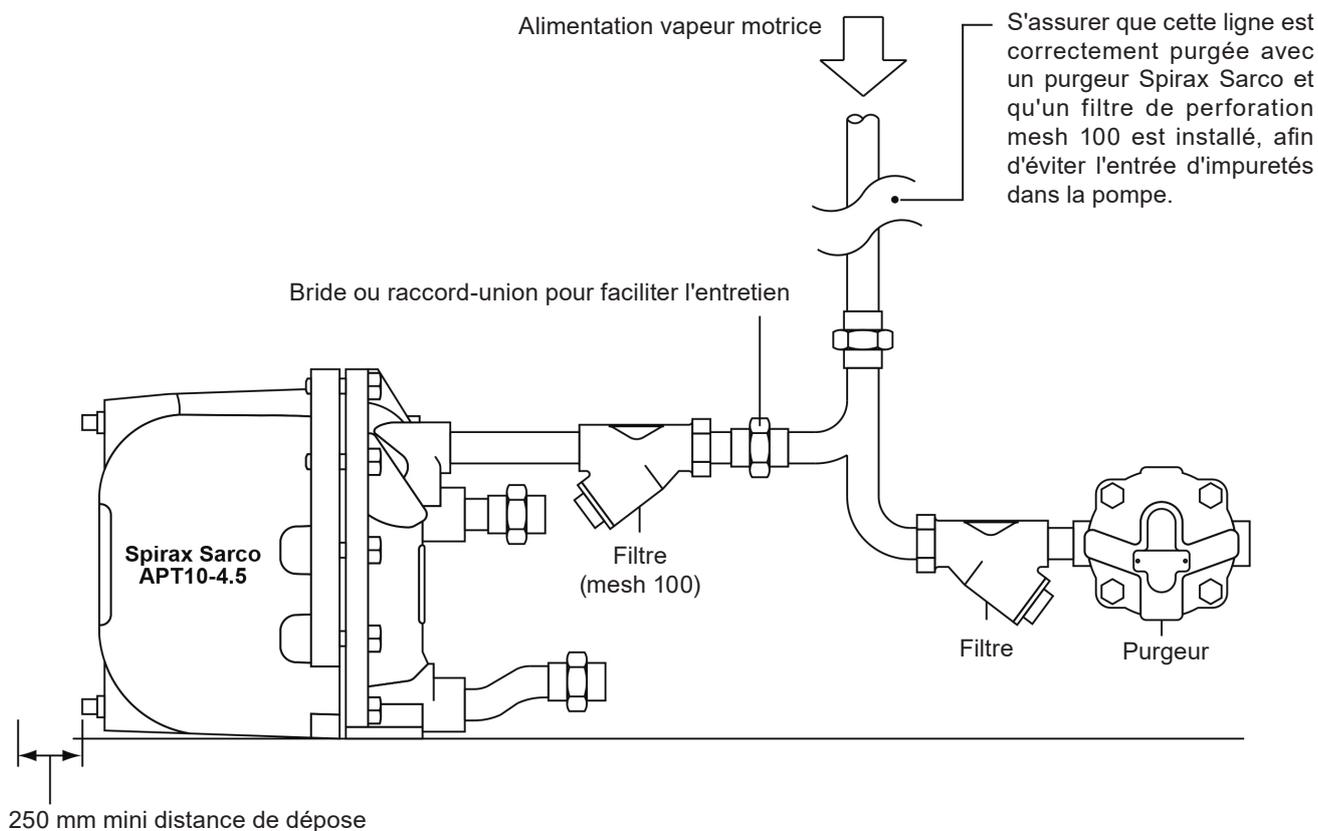

Fig. 4 - Suggestion de raccordement des lignes vapeur motrice et d'échappement
## 3.3 Raccordements (Voir schéma d'installation Fig. 4 ci-contre)
- 4.1** Après avoir vérifié que les tuyauteries d'entrée et de sortie de condensat de vapeur motrice et d'échappement/équilibrage sont bien raccordées comme indiqué Fig. 4 et 5, ouvrir lentement la vapeur motrice. S'assurer que l'échappement/équilibrage est ouvert et qu'il n'y a pas de restriction.
L'APT10-4,5 fonctionne suivant un principe de déplacement positif. Le condensat entre dans le corps par un clapet de retenue à battant et entraîne la montée du flotteur. Le flotteur est relié aux mécanismes "purgeur" et "pompe" via un pivot multi-liaison. Si la pression amont PS à l'entrée est suffisante pour vaincre la contre-pression PB à la sortie (Fig.4), les condensats sont évacués par l'ouverture du clapet mécanisme de purge à deux étages. Le flotteur détecte alors automatiquement le taux de condensat entrant dans l'APT10-4,5, et régule proportionnellement l'ouverture ou la fermeture du purgeur.